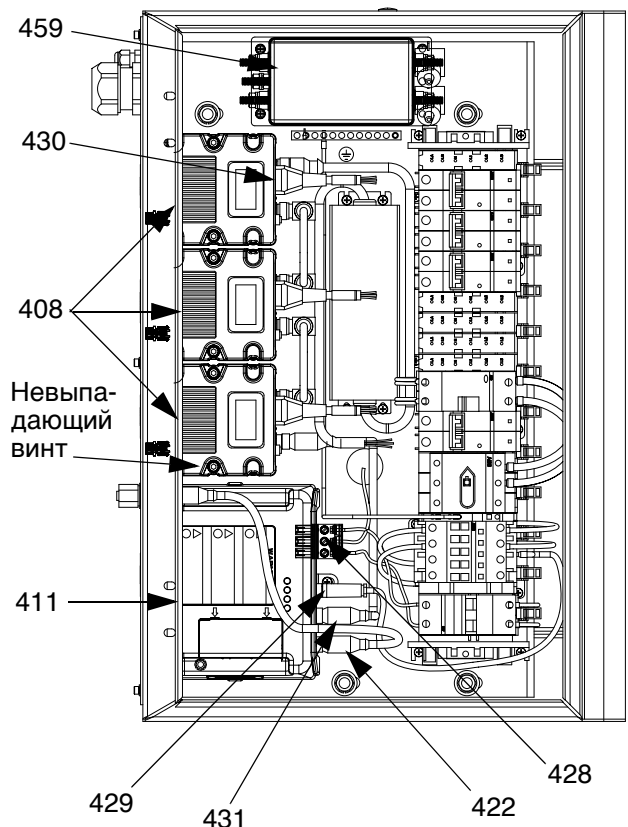
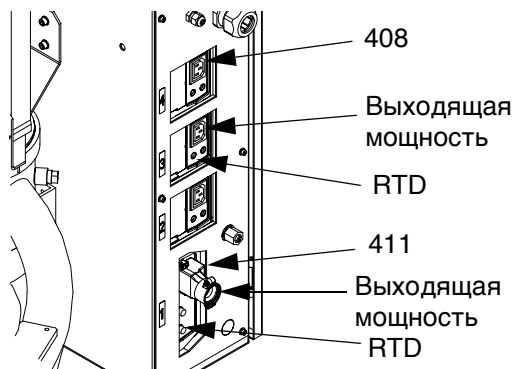

Рис. 48: вид изнутри электрического блока
Рис. 49: вид сзади электрического блока
1. Откройте дверцу блока (402). Отсоедините от маломощного модуля TCM (408) такие кабели:
- силовой кабель входящей мощности (430)
- силовой кабель выходящей мощности (см. Рис. 49)
1. Откройте дверцу блока (402). Отсоедините силовой кабель выходящей мощности и кабель RTD от высокомощного модуля TCM (411). См. Рис. 49.
2. Снимите панель электрического блока (436). См. **Детали электрического блока**, страница 89.
3. Отсоедините все четыре кабеля входящей мощности (422, 428, 429, 431) от высокомощного модуля TCM. См. Рис. 48.
4. Выверните оба винта (415), крепящих кронштейны (412, 413) высокомощного модуля TCM к электрическому блоку. Удалите высокомощный модуль TCM. См. **Детали электрического блока**, страница 89.